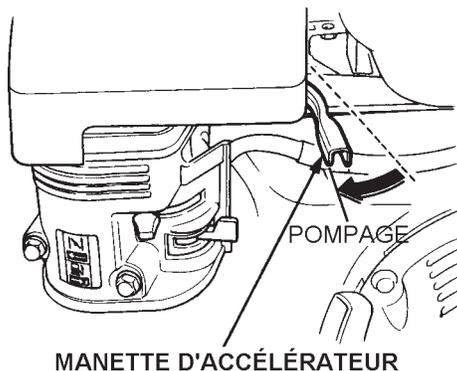

Figure 14. Accélérateur (position de pompage)
- Pour commencer à pomper, régler l'accélérateur (figure 14) à la position de « **POMPAGE** ».